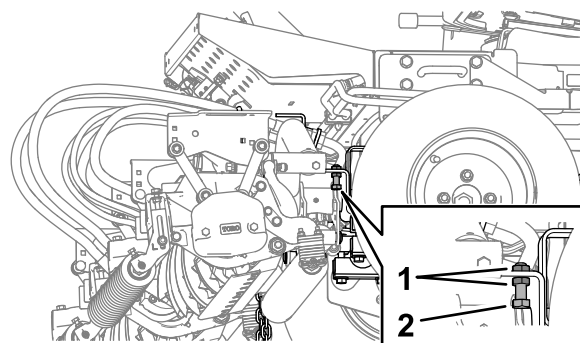

Bild 28
1. Lösen Sie auf jeder Seite der Maschine die Kontermuttern und entfernen Sie die Anschlagschrauben des Hubarms (**Bild 28**).